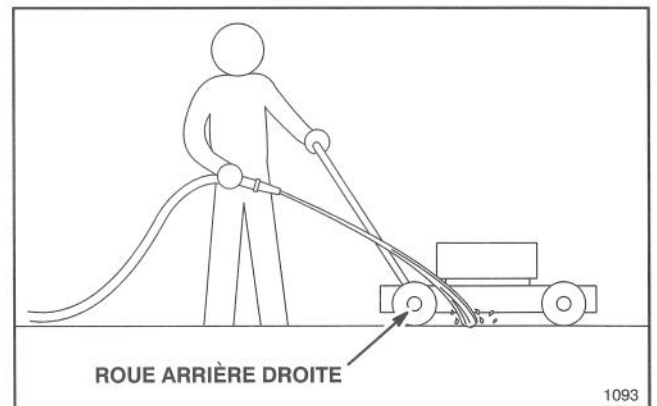

Figure 30
4. Tenir le tuyau d'arrosage à hauteur du guidon et diriger l'eau de manière à ce qu'elle s'écoule sur le sol juste à l'avant du pneu arrière droit (Fig. 30). La lame en rotation aspirera l'eau sous la tondeuse pour la laver des débris et déchets d'herbe. Laisser l'eau couler pendant quelques minutes ou jusqu'à ce que plus aucun débris ne soit chassé du dessous du carter.